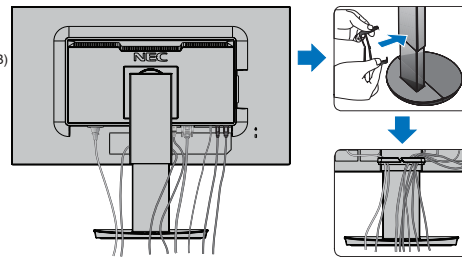
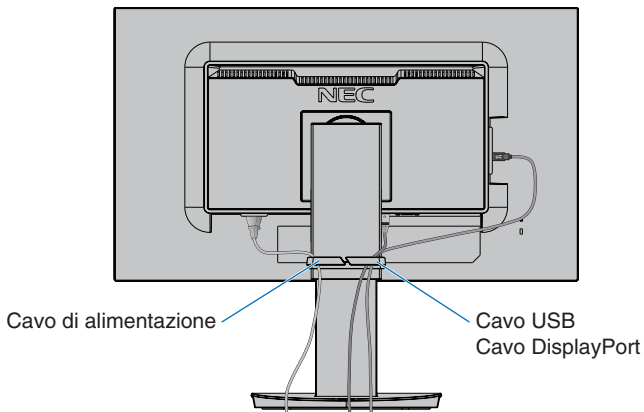
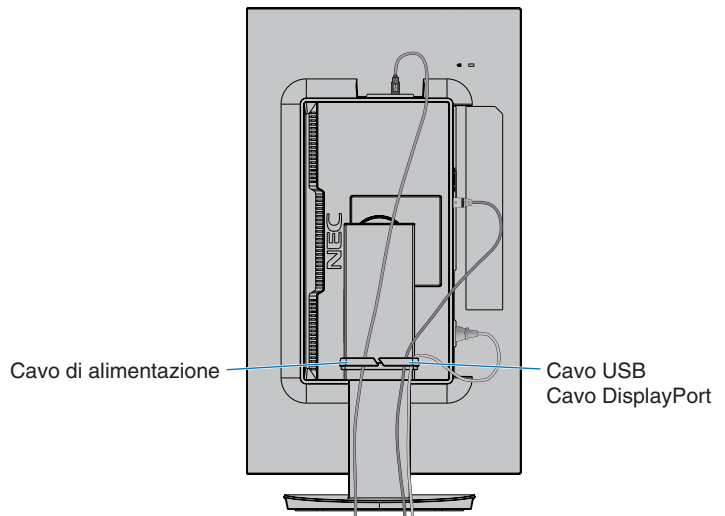

Figura C.2
Figura C.3
Figura C.4
5. Posizionare il portacavi nel supporto (**Figura C.2**). Fissare saldamente e ordinatamente i cavi nel portacavi (**Figura C.3** e **Figura C.4**).